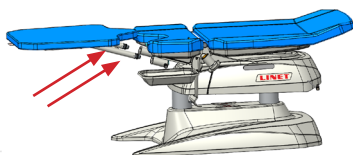

Fig. 1 Positionner l'extension de surface d'installation
- 2) Insérer les barres de guidage dans les deux orifices du support situé sous l'assise (Fig. 1)